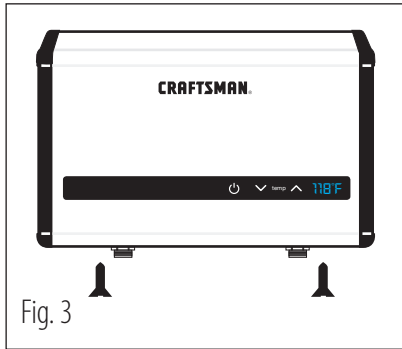

Fig. 3
- Retirez le couvercle de l'appareil. (Couvercle du chauffe-eau) (figure 3)